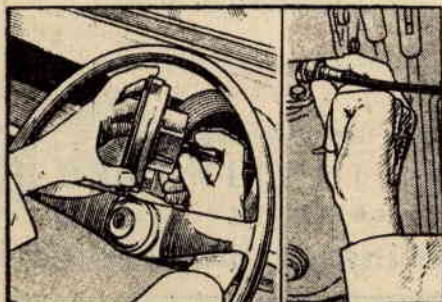

Fig. 4
**Fig. 4 - CONNESSIONE DEL CAVETTO AL CONTACHILOMETRI.** Accertatevi che l'innesto fra cavo flessibile e contachilometri risulti perfetto, avvitando a fondo il bocchettone, possibilmente a mano. Non fate uso di pinze o chiavi; nell'eventualità ciò risultasse necessario, avvitate con estrema delicatezza. E' importante inoltre accertarsi che la trasmissione alla quale viene collegato il flessibile risulti ben netta.